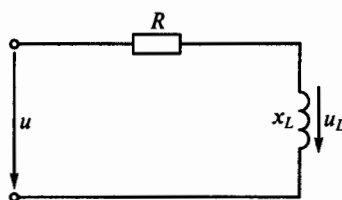

Рис. 100
**3.56.Р.** В цепи синусоидального тока на рис. 100  $R = 40$  Ом,  $x_L = 40$  Ом. Каково будет мгновенное значение общего напряжения  $u$  на зажимах цепи, если напряжение на индуктивности  $u_L = 240 \sin(\omega t + 150^\circ)$ ?